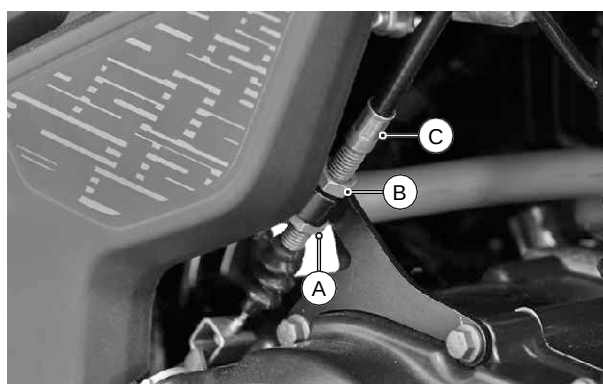

Fig. 2.36
- Si el juego libre es menor o mayor, afloje la contratuerca (A). Gire la tuerca de ajuste (B) hacia adentro o hacia afuera mientras sostiene el ajustador (C) Hasta obtener el juego libre especificado. Mantenga la tuerca de ajuste en la misma posición y apriete la contratuerca. (Fig. 2.36)